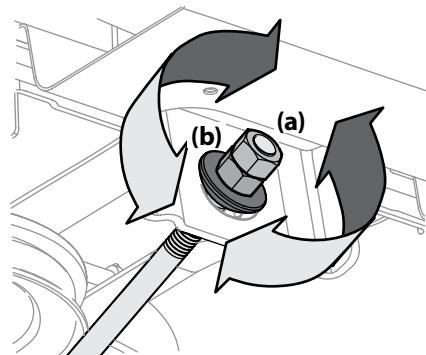

Figura 4-8
5. Para elevar el frente de la plataforma, extraiga la tapa de extremo, afloje la tuerca exterior (a) y apriete (rosca hacia adentro) la tuerca interior (b) contra la ménsula de suspensión delantera. Consulte la Figura 4-8. Una vez alcanzado el ajuste adecuado n, vuelva a ajustar la tuerca exterior (a) y vuelva a colocar la tapa de extremo.
6. Para bajar el frente de la plataforma, extraiga la tapa de extremo, afloje la tuerca exterior (a) y afloje (rosca hacia afuera) la tuerca interior (b) alejándola de la ménsula de suspensión delantera. Consulte la Figura 4-8. Una vez alcanzado el ajuste adecuado, vuelva a ajustar la tuerca exterior (a) y vuelva a colocar la tapa de extremo.